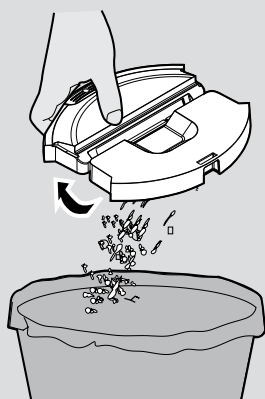
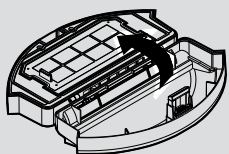

Fig. 8
Fig. 9
3. Tøm støvbeholderen over en søppelbøtte. [Fig. 8]
2. Tøm støvbeholderen. [Fig. 8] Åpne støvbeholderen, fjern filtergitteret og filteret, ta EPA-filteret ut av filtergitteret og rengjør dem separat. Monter i omvendt rekkefølge, og pass på at filteret monteres riktig. [Fig. 9]